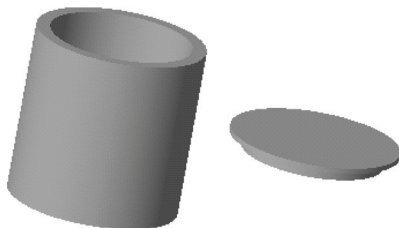

图 11-14 “平行”约束元件
STEP 04 单击“元件放置”选项卡中的“完成”按钮, 即可“平行”约束元件，如图 11-14 所示。